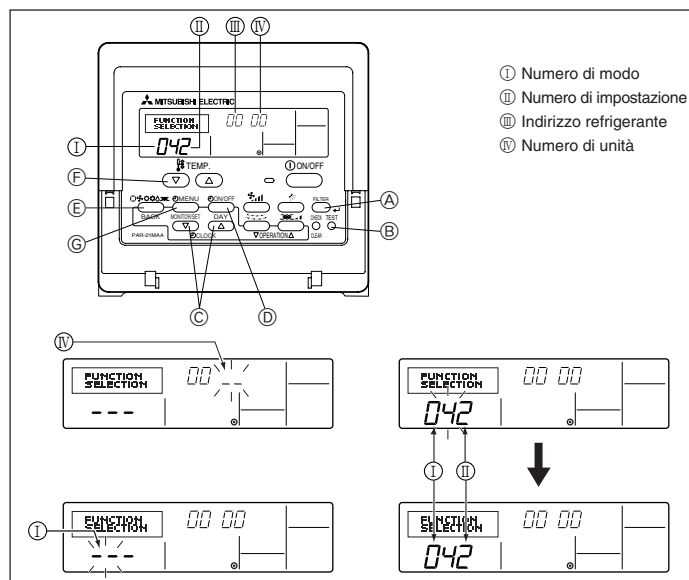

Fig. 6-2
6.2.1. Impostazione delle funzioni sull'unità (Fig. 6-2)